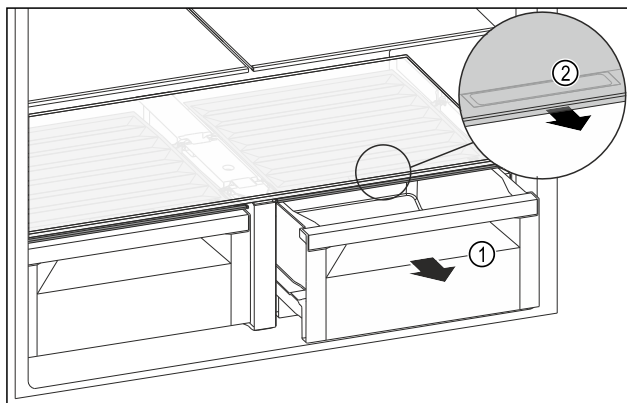

Fig. 98
- ▶ Извлеките выдвижной ящик Fig. 98 (1).
- ▶ Возьмитесь за утопленную ручку Fig. 98 (2) на крышке отделения и одновременно потяните крышку отделения вперед.